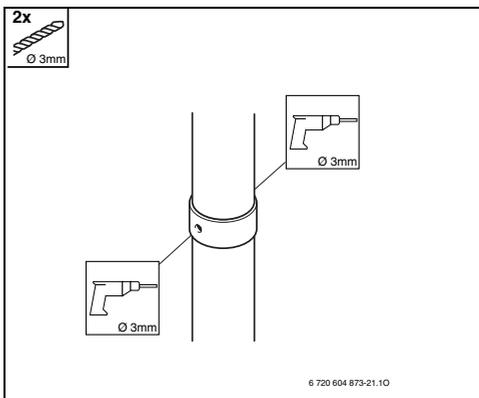

Рис. 31
► Высверлите два отверстия диаметром 3 мм в трубе воздуха горения. Максимальная глубина сверления – 8 мм. Крайне важно, чтобы дымовая труба не была повреждена (Рис. 31).